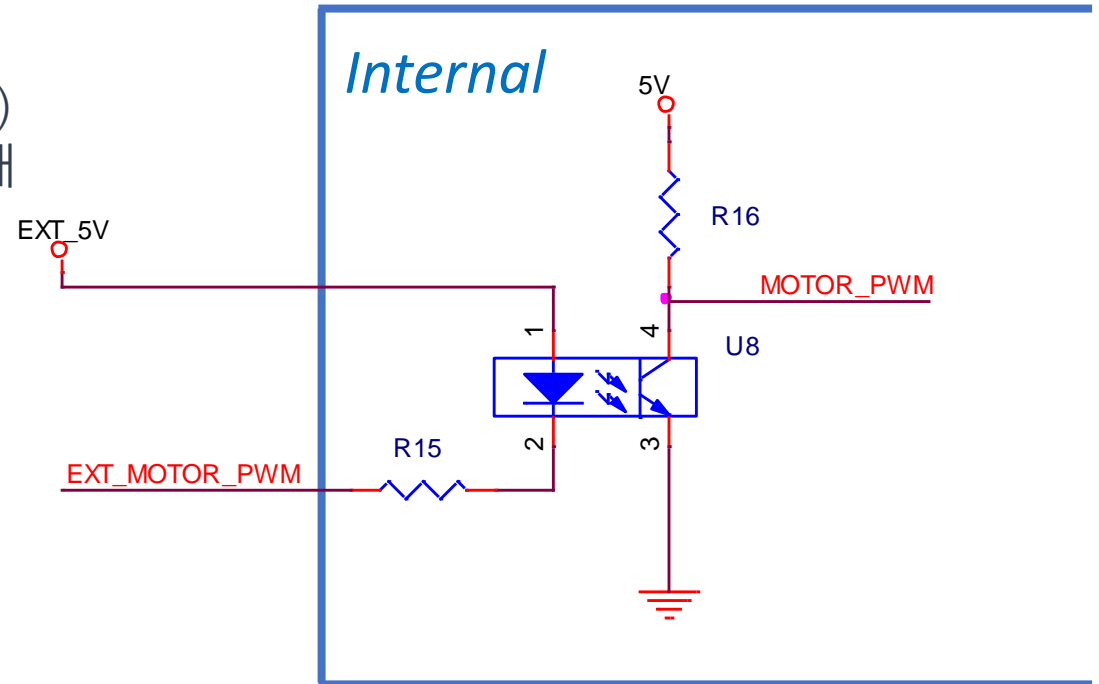

Figure 4. 절연 입력 회로도
- 절연된 제어신호를 입력할 때 Figure 4 입력 신호 회로도처럼 반드시 E5V(EXT_5V) 핀 혹은 PCB 패드에 외부 5V전원을 입력해야 함, 또한 전원 선택 점퍼의 방향을 외부 전원 방향으로 설정 필요